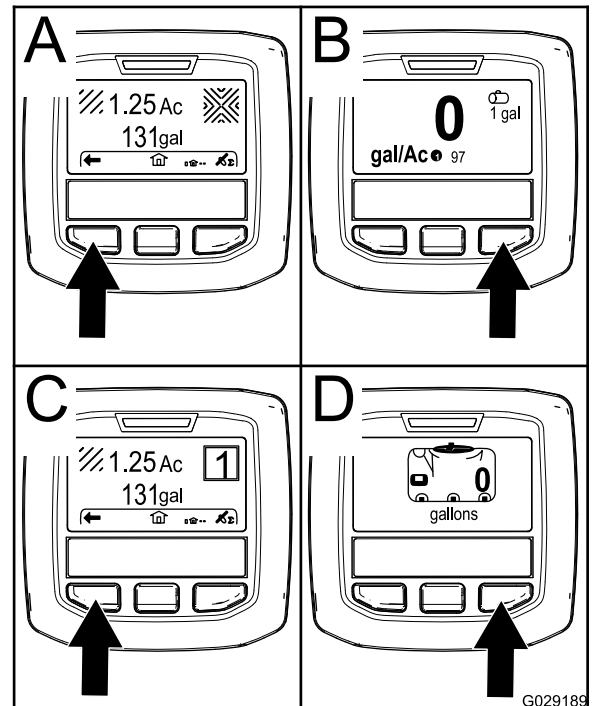

Figura 61
- Botón de selección derecha: **superficie total fumigada** (Figura 61 A)
- Botón de selección derecha: **caudal de aplicación** (Figura 61 B)
- Botón de selección izquierda: **subsuperficie fumigada** (Figura 61 C)
- Botón de selección izquierda: **volumen del depósito** (Figura 61 D)